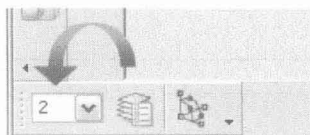

图 1.8 替换工作层
- (1) 打开部件“cam_link_2”, 单击按钮, 启动建模环境。
- (2) 在“工作层”方框中输入 2→<Enter>, 如图 1.8 所示。